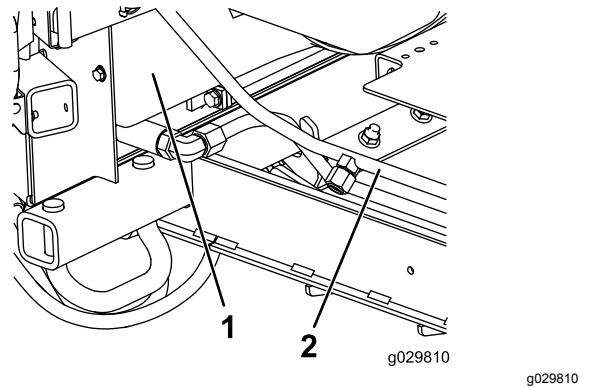
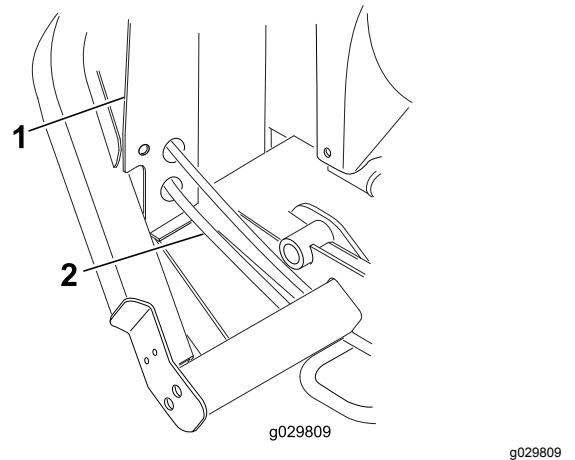

Figura 13
Figura 14
1. No lado direito da máquina, logo à frente da estrutura do radiador, coloque um recipiente de drenagem sob o tubo de retorno do refrigerador do óleo (Figura 13 ou Figura 14).